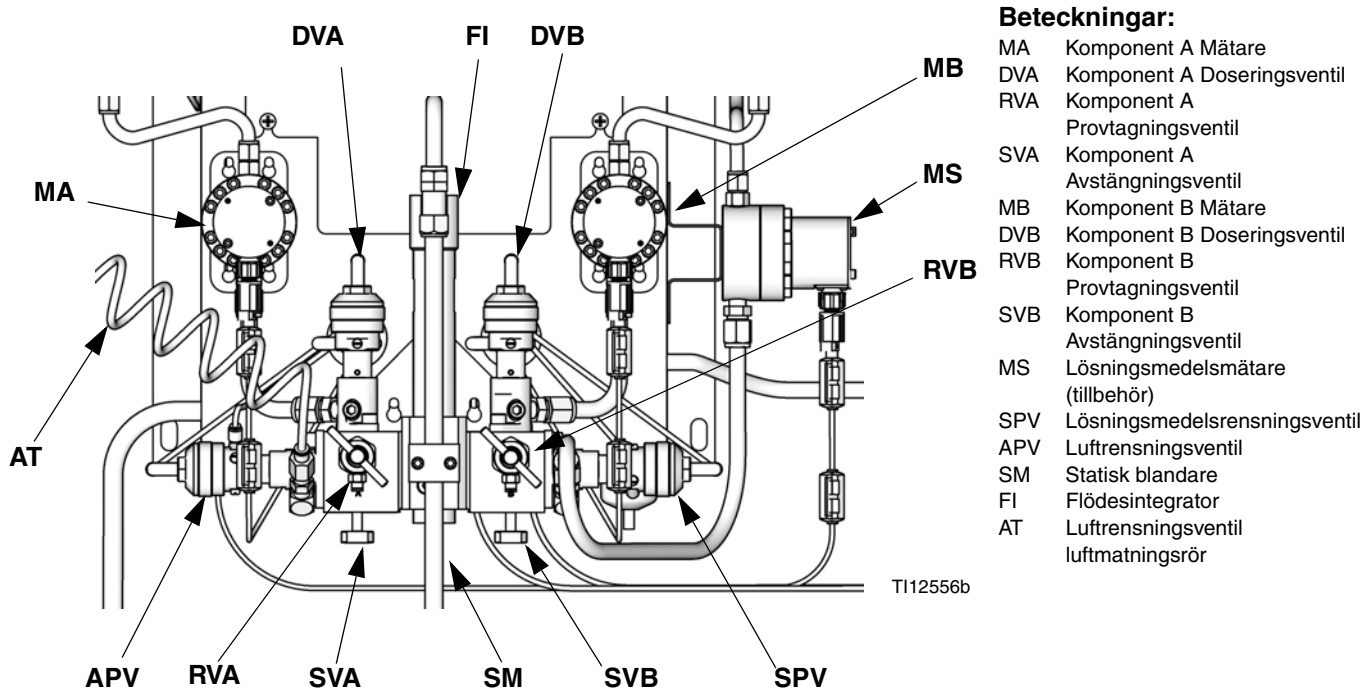

FIG. 3. Väggh monterad Färgstation
4. Stäng av vätsketillförseln till rensningsventil för lösningsmedel (SPV) och lufttillförseln till luftrensningsventil (APV), FIG. 3.
2. Stäng sida A avstängningsventil (SVA), FIG. 3. Öppna sida A provtagningsventil (RVA).
8. Öppna sida A avstängningsventil (SVA), FIG. 3. Stäng sida A provtagningsventil (RVA).